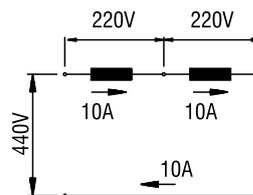

Figura 1.5a
- ligação em série (figura 1.5a), em que as duas cargas são atravessadas pela corrente total do circuito. Neste caso, a tensão em cada carga será a metade da tensão do circuito para cargas iguais.